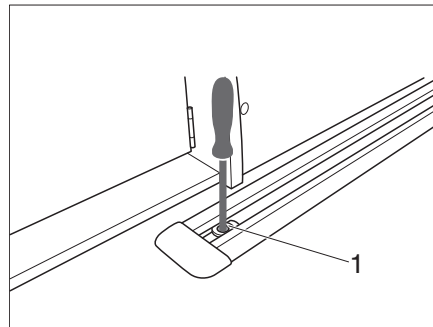

Bild 25 Nutenstein verschieben
- Mit Torx-Schlüssel Schraube im Nutenstein (Bild 25,1) lösen.
- Nutenstein (Bild 25,1) an gewünschte Position schieben und Schraube im Nutenstein wieder anziehen.